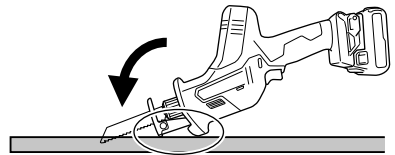

图 26
- (2) 慢慢切锯材料时，轻微拉动扳机开关以保持低速。(图 26)。